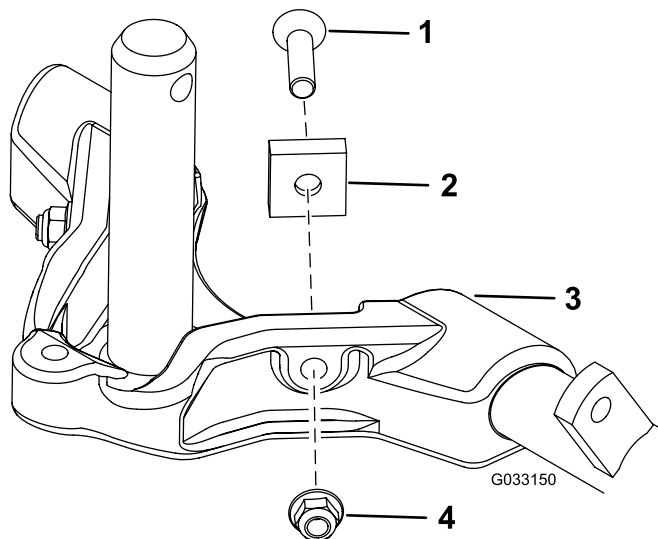

**Bild 14**
2. Schmieren Sie den Trägersystem mit sauberem Schmiermittel ein (Bild 14).